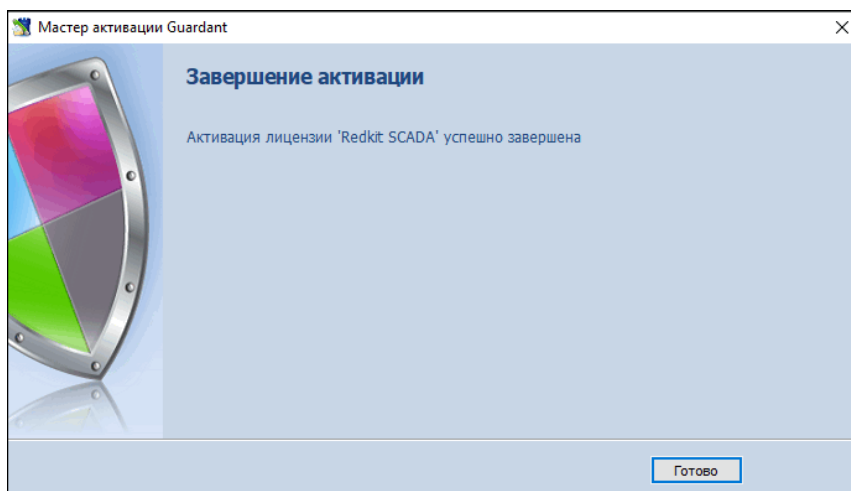

Рисунок 33 - Завершение установки
18. После завершения процесса установки нажмите **Готово** (Рисунок 33).